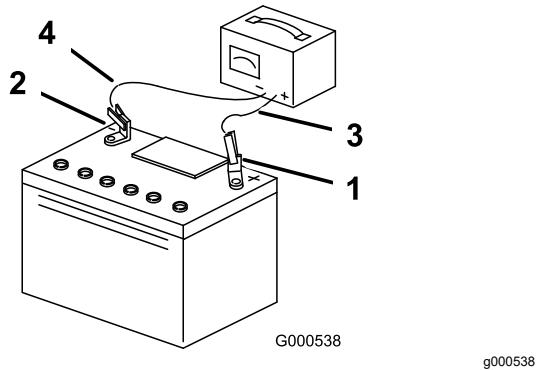

Figure 49
- Une fois la batterie chargée au maximum, débranchez le chargeur du secteur, puis débranchez les fils du chargeur des bornes de la batterie (Figure 49).